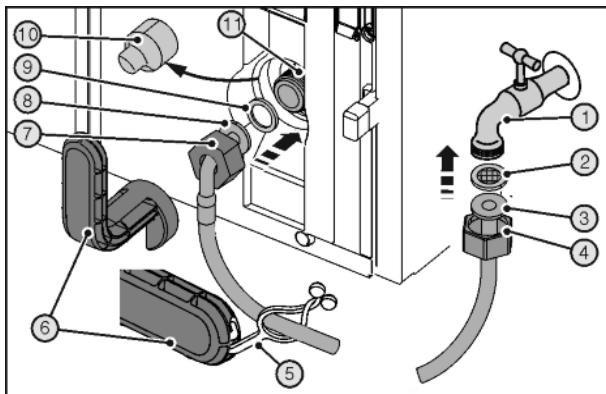

Fig. 27
A törött segédszerszám Fig. 27 (6) által okozott vágási sérülések.
- Kizárólag szobahőmérsékleten használja a segédszerszámot Fig. 27 (6).
- Nyomja az anyát Fig. 27 (4) az egyenes tömlővég Fig. 27 (3) végéig és húzza meg.
- Helyezze a szűrőt Fig. 27 (2) az anyába Fig. 27 (4).
- ▷ A szűrő Fig. 27 (2) rásimul az egyenes tömlővégre Fig. 27 (3) és ott marad.
- Csatlakoztassa az anyát Fig. 27 (4) az egyenes tömlővégen Fig. 27 (3) található szűrővel Fig. 27 (2) a zárócsapra Fig. 27 (1).
- A vízellátás zárócsapjának Fig. 27 (1) ideiglenes kinyitása előtt légtelenítse a vízvezetékét és töltsse fel vízzel. Ehhez a tömlőt tartsa egy vödörbe.
- Húzza le a fedelet Fig. 27 (10).
- Nyomja be teljesen az anyát Fig. 27 (7) a meghajlított tömlővég Fig. 27 (8) fölé és húzza meg.
- Nedvesítse meg a tömítést Fig. 27 (9), majd nyomja a meghajlított tömlővégen Fig. 27 (8) található anyába Fig. 27 (7).
- ▷ A tömítés Fig. 27 (9) rásimul a meghajlított tömlővégre Fig. 27 (8) és ott marad.
- Csatlakoztassa az anyát Fig. 27 (7) a meghajlított tömlővégen Fig. 27 (8) található tömítéssel Fig. 27 (9) a mágnesszelepre Fig. 27 (11).
- Az óramutató járásával megegyező irányban húzza meg a csatlakozásokat a segédszerszámmal Fig. 27 (6), amíg el nem éri a maximális forgatónyomatékot és túl nem húzza a segédszerszámot Fig. 27 (6).
- Nyissa ki a vízellátás zárócsapját Fig. 27 (1) és ellenőrizze a teljes vízvezetékrendszer tömítettségét.
- A pántot Fig. 27 (5) akassza be a segédszerszámba Fig. 27 (6) és a megőrzéshez rögzítse a rozsdamentes acél tömlőre.